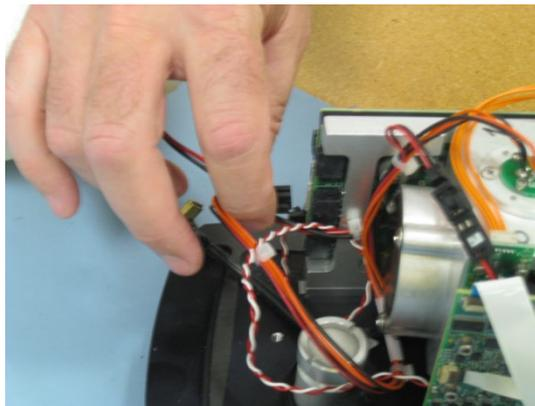

图 28. 断开激光/光源电源线束。
- 5 断开激光/光源线束与配电板的连接。激光/光源线束可通过其 6 针连接器和橙色、黑色和红色导线组合进行识别（见图 28）。